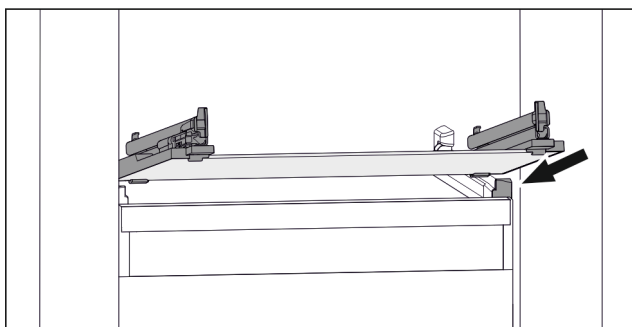

Fig. 89 Reprezentare exemplificativă a plăcii de sticlă
- ▶ Așezați placa de sticlă oblic în spatele opritoarelor. (vezi Fig. 89)